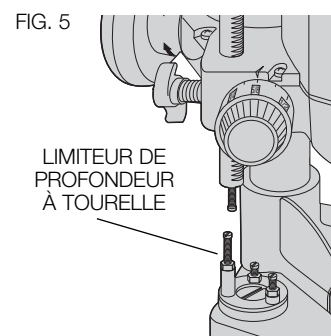

FIG. 5
5. Faire tourner le bouton de réglage de la hauteur dans le sens antihoraire jus qu'à ce qu'il frappe le limiteur de profondeur a' tourelle (fig. 5).
TRIPLE RÉGLAGE DE LA PROFONDEUR À L'AIDE DU LIMITEUR DE PROFONDEUR À TOURELLE (FIG. 5)